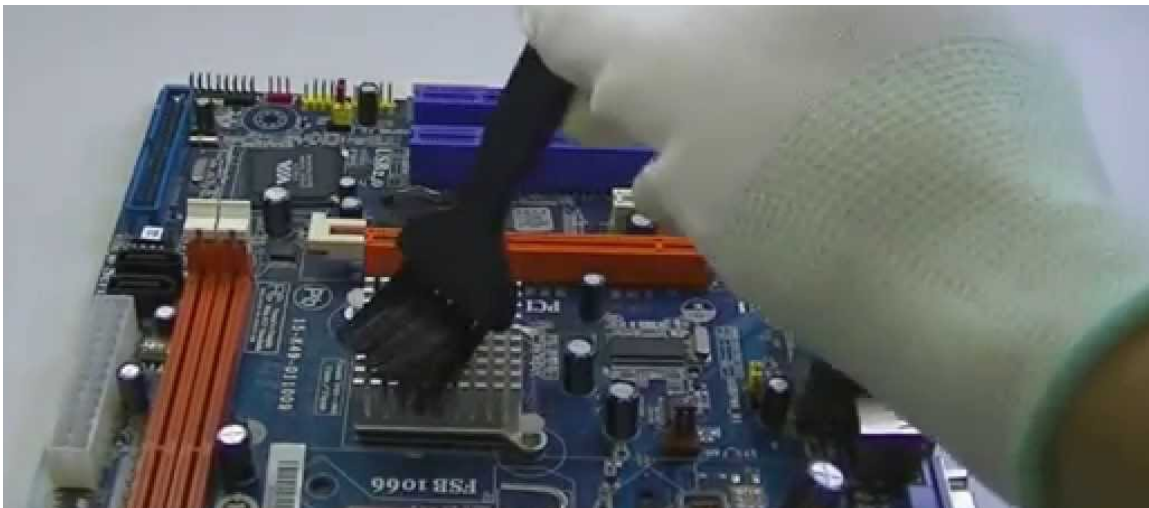

Figura 7.1: Limpeza com pincel.
- Limpe as placas de circuito impresso com cuidado e passando o pincel antiestática sobre todo comprimento da placa como na figura 7.1 para a remoção da camada de partículas sobre a placa.